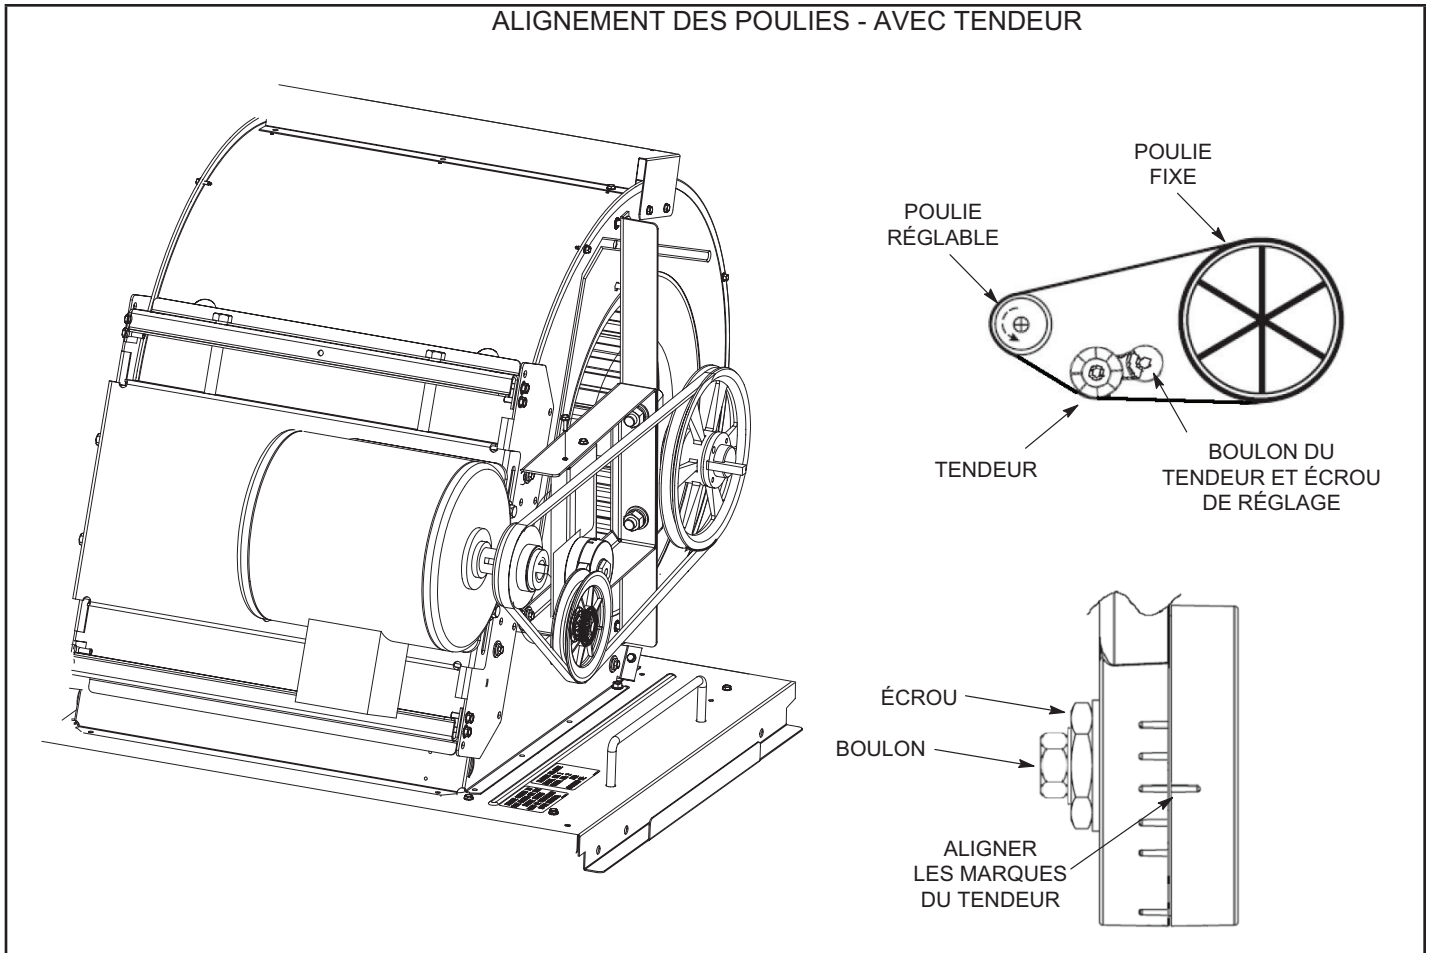

FIGURE 24
- 1 - Desserrer le boulon au centre du tendeur. Voir FIGURE 24.